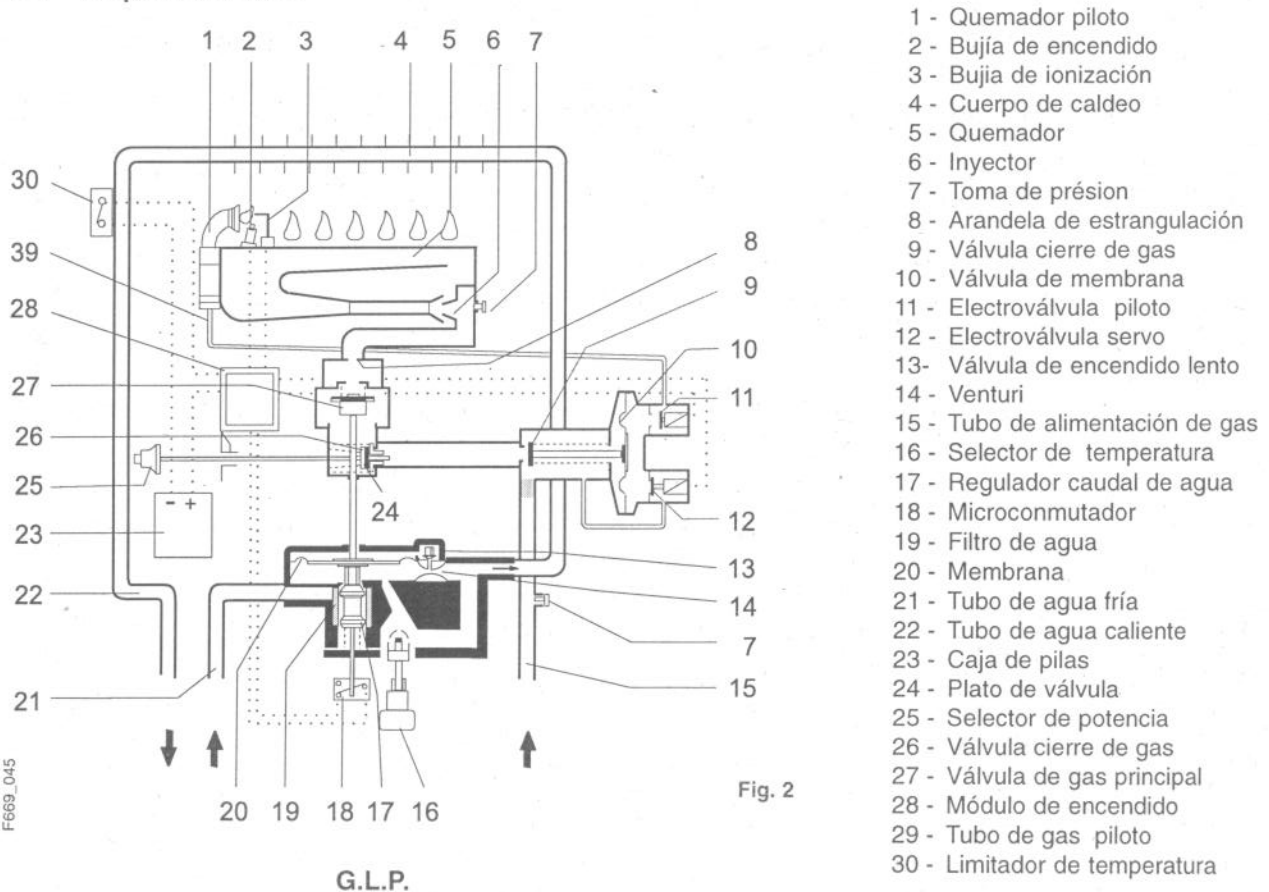

Fig. 2
4. Cambiar el plato de valvula (Fig.2, pos. 12).